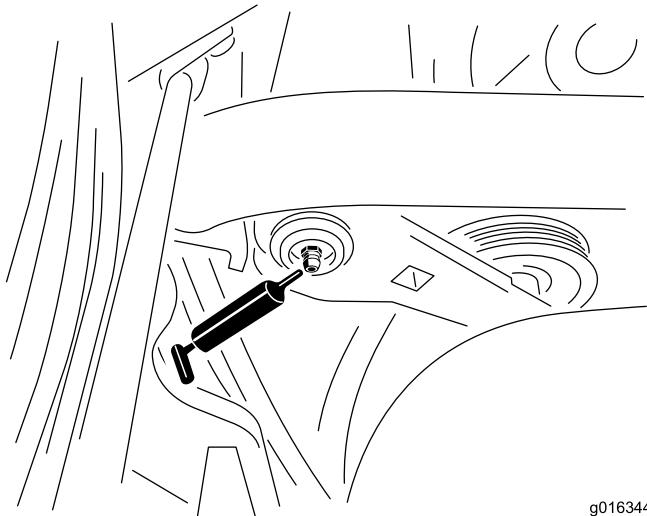

Figura 39
1. Limpe o copo de lubrificação para impedir a infiltração de resíduos nas bielas e buchas (Figura 39).